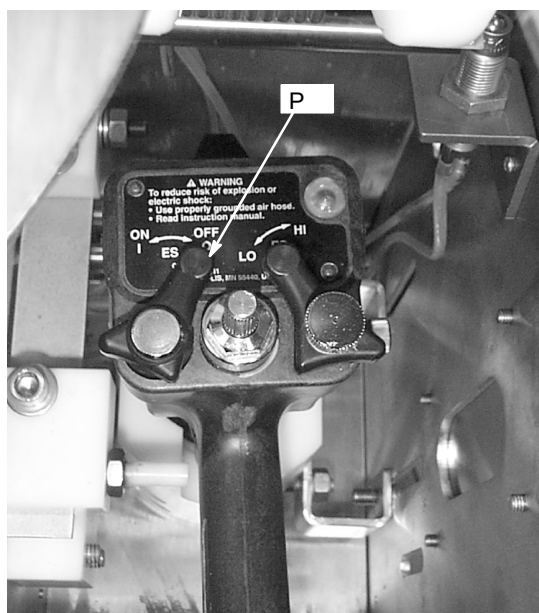

Fig. 20
2. Si se va a limpiar una pistola electrostática, apague el sistema electrostático (P). Vea la Fig. 20.